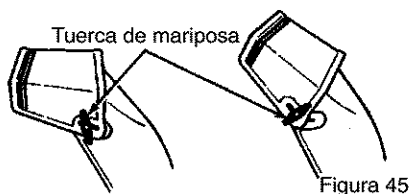

Figura 45
2. Afloje la **tuerca de mariposa** en el deflector del canal de descarga y ajuste el deflector para establecer la distancia. Mueva el deflector hacia (**ARRIBA**) para mayor distancia, hacia (**ABAJO**) para una distancia menor. Luego apriete la **tuerca de mariposa** (Figura 45).